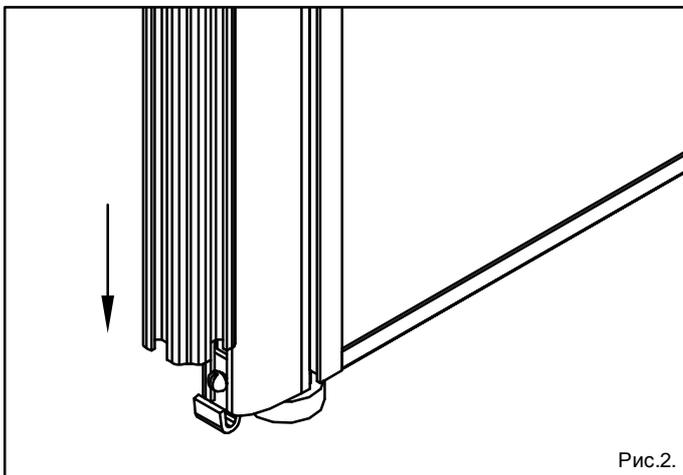

Рис.2.
- 1.2. Вставить стойку до упора (рис. 2).